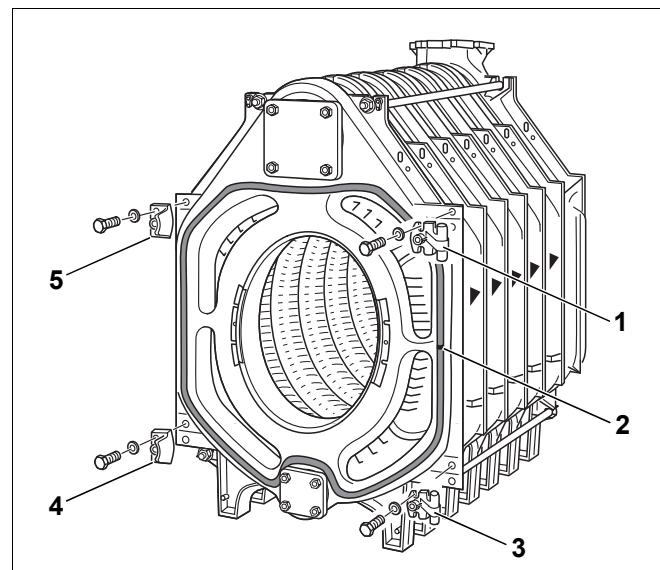

Fig. 31 Montaggio del gancio di cerniera e dei listelli di chiusura
- ▶ Versare alcune gocce di adesivo Silastik nelle scanalature di tenuta (fig. 31, [2]) dell'elemento anteriore mantenendo una distanza di 15–20 cm (fig. 31).
- ▶ Inserire il cordone ermetizzante GP nella scanalatura di tenuta dell'elemento anteriore. Durante questa operazione, la giunzione del cordone ermetizzante deve essere posizionata lateralmente (fig. 31, [2]).
- ▶ Avvitare i ganci di cerniera (battuta a destra) ognuno con 2 bulloni M12 × 55 all'elemento anteriore (fig. 31, [1] e [3]). Per la battuta a sinistra, avvitarli in modo corrispondente sulla parte destra.
- ▶ Avvitare i listelli di chiusura con inclinazione d'arresto per la porta del bruciatore (battuta a destra) ognuno con 2 bulloni M12 × 55 all'elemento anteriore (fig. 31, [4] e [5]). Per la battuta a sinistra, avvitarli in modo corrispondente sulla parte destra.